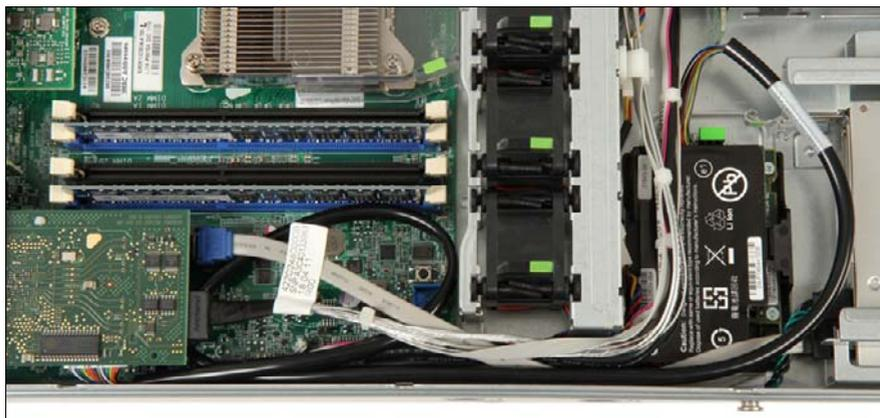

図 152: BBU ケーブルの配線 (例 A)
- ▶ FBU アダプタケーブルを BBU ケーブルと同様の方法で配線します (図 152 を参照)。